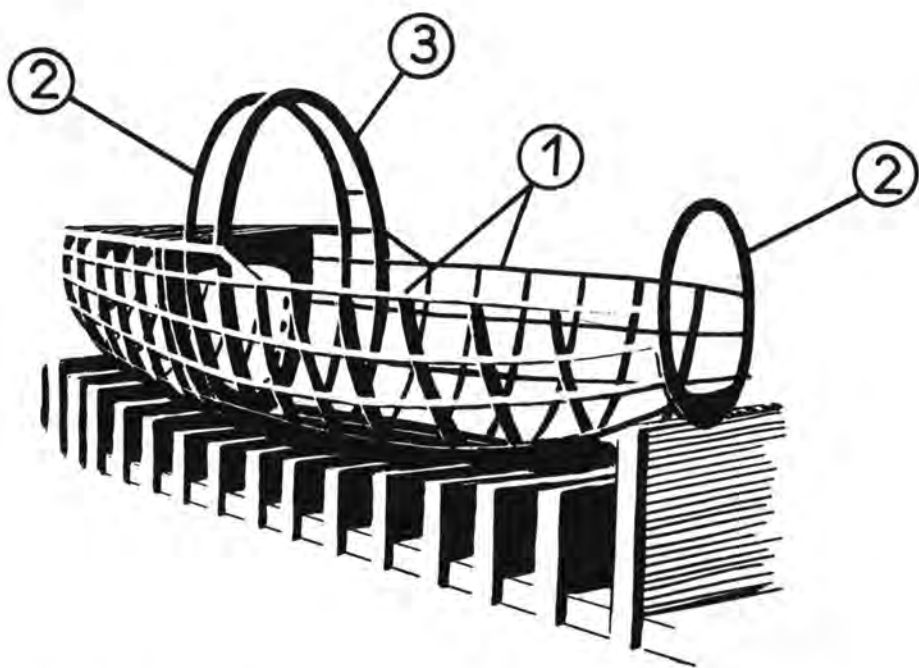

Fig 11. — Fuselage de planeur grandeur sur un chantier de montage.
Fig. 11 bis. — Une partie du fuselage métallique d'un avion de transport.
Le MAITRE-COUPLE est le couple qui présente au vent, dans le sens de la marche, la plus grande surface (3) (fig. 11 et 11 bis).